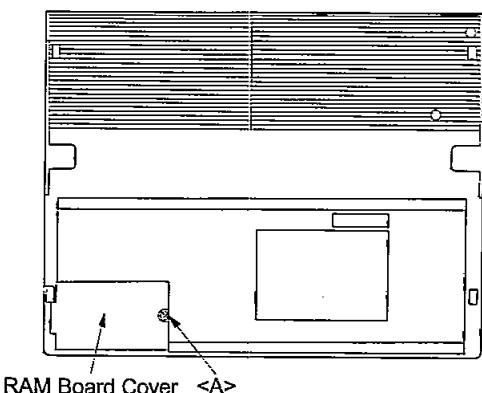

Figure 3
2. Remove one screw <A> ( $\varnothing 2 \times 8$  mm). (Refer to Figure 3)